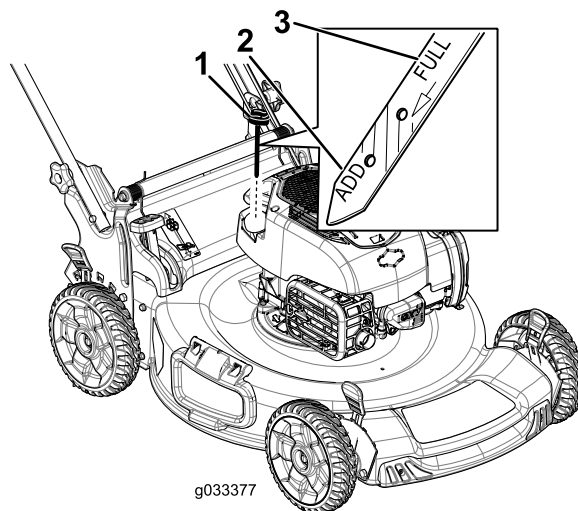

Figura 20
3. Girate il tappo in senso antiorario ed estraete l'asta di livello (Figura 20).
10. Controllate il livello dell'olio sull'asta (Figura 20).